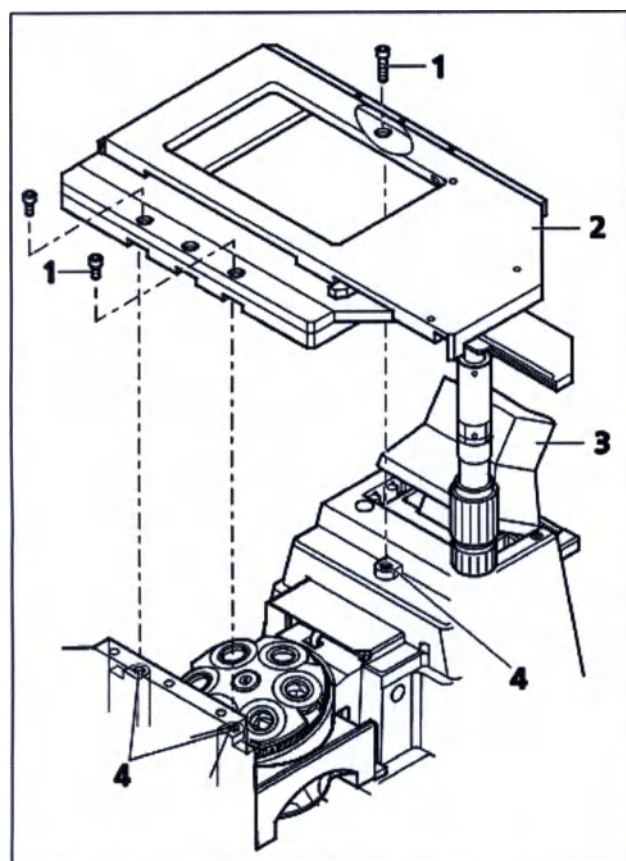

Рис. 21 Крепление столика с механическим приводом 130x85
- Для удобства сборки можно перевернуть держатель осветителя для работы в проходящем свете (рис. 21/3) (при наличии).
- Поместите столик с механическим приводом (рис. 21/2) на три точки крепления (рис. 21/4) на штативе, установите шайбы и закрепите столик тремя винтами (рис. 21/1): два в передней части и один в задней.